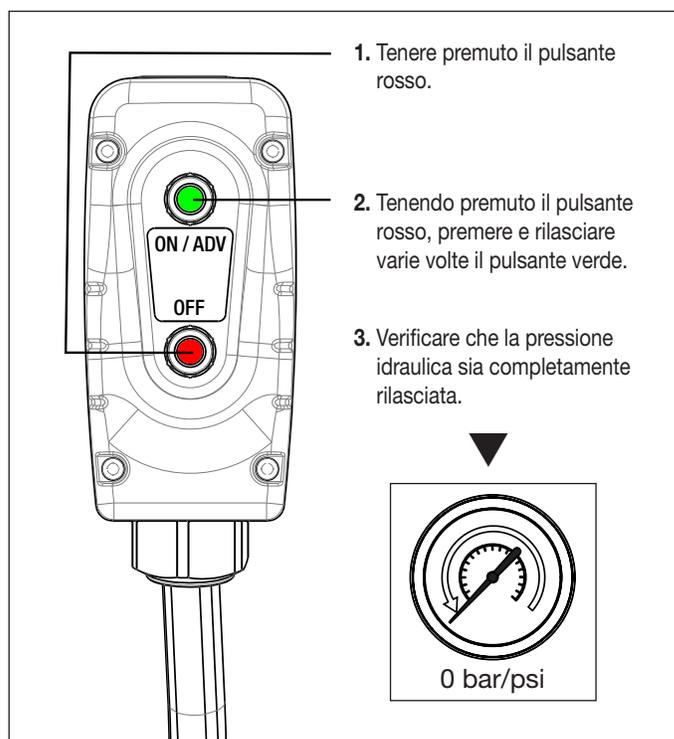

Figura 8: Scarico della pressione idraulica
- Tenere premuto il pulsante rosso OFF premendo e rilasciando più volte il pulsante verde ON/ADV. Vedere Figura 8.
- Verificare che il manometro olio indichi zero (0) bar/psi. Rilasciare quindi il pulsante OFF.